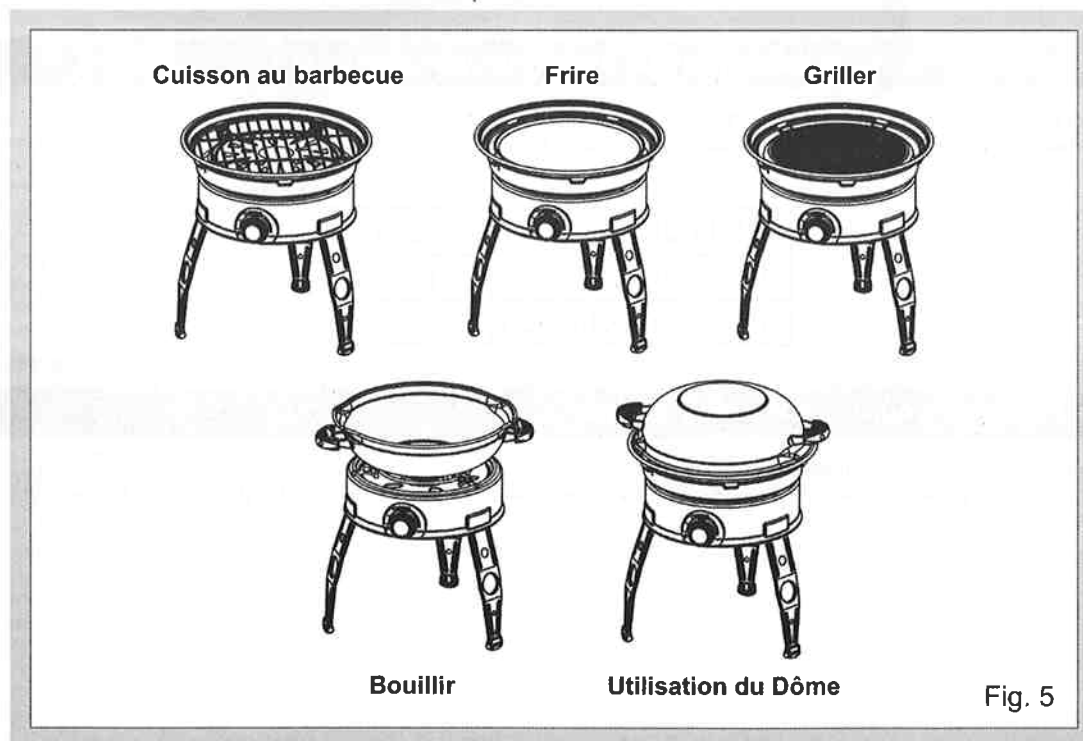

Fig. 5
- Pour ce type de cuisson, utilisez l'option BBQ. Placez la Plaque de Déviation du bas (E) de manière concentrique sur la bague extérieure du Support du pot (G) en vous assurant qu'elle est bien en place. Placez la Plaque Déflecteur Supérieure (D) puis la Grille Métallique (C) dans la cavité du rebord intérieur de la Plaque Déflecteur Inférieure (Voir Fig.5). Cette méthode de cuisson est idéale pour côtelettes, brochettes, poulet, porc, etc. Avertissement : Au moment de faire cuire des viandes grasses, du gras peut s'écouler à l'intérieur de l'appareil et causer des flamboiements. Porter une attention spéciale en faisant cuire de tels aliments. Les températures de cuisson peuvent être facilement réglées afin de répondre à ses besoins. Il suffit de tourner la poignée de la soupape (J) pour régler la chaleur.
- Pour ce genre de cuisson placez la Plaque du Gril (B) sur la Plaque Déflecteur Inférieure (E) en mettant le côté nervuré de la Plaque du Gril le plus haut possible (Voir Fig.5). Assurez-vous que la Plaque Déflecteur Supérieure (D) soit retirée et que la Plaque du Gril soit fermement placée dans la cavité de la Plaque Déflecteur. Cette méthode de cuisson est idéale pour les biftecks et autres coupes de viande en tranches. Pour de meilleurs résultats, régler le barbecue à chaleur moyenne en modifiant le débit du gaz. Les viandes cuites de cette façon auront des lignes noircies tout comme la viande cuite par des professionnels. Ne laisser cuire quelques minutes de chaque côté. Régler le temps et le degré de cuisson selon les goûts de chacun, de saignant à bien cuit.
- Pour ce type de cuisson utilisez la Caisse munie du Porte Marmite (G). Le Four en forme de Coupole (A) peut être utilisé comme une marmite pour ébouillanter ou pour faire de la cuisine en général, autrement placez une marmite appropriée d'un diamètre de 150 mm au moins et de 250 mm au maximum sur le Porte Marmite (Voir Fig.5). Un litre d'eau bouillira en 6 minutes environ selon la condition et la taille de la marmite utilisée.
- Für diese Art des Garens verwenden Sie die Bratrostopfion. Legen Sie die untere Ablenkplatte (E) konzentrisch auf den äußeren Ring des Topfständers (G) und versichern Sie sich, daß sie richtig positioniert ist. Legen Sie die obere Ablenkplatte (D) und den Drahtrost (C) in die Aussparung am inneren Rand der unteren Ablenkplatte (siehe Abbildung 5). Diese Zubereitungsmöglichkeit ist am besten für Koteletts, Kebabs, Huhn, Schweinefleisch usw. geeignet. Vorsicht: Bitte beachten Sie, daß beim Kochen von fetthaltigen Fleischsorten etwas Fett auf das Gerät tropfen kann, was ein Aufflammen zur Folge haben kann. Bitte seien Sie bei der Zubereitung solcher Fleischsorten vorsichtig. Die Kochtemperaturen können leicht durch Drehen des Ventilknopfes (J) zur Regulierung der Hitze Ihren Anforderungen entsprechend eingestellt werden.
- Für diese Art des Garens legen Sie die Grillplatte (B) auf die untere Ablenkplatte (E), wobei die geriffelte Seite der Grillplatte nach oben zeigt (siehe Abbildung 5). Versichern Sie sich, daß die obere Ablenkplatte (D) entfernt ist, und daß die Grillplatte (B) sicher in der Aussparung der unteren Ablenkplatte (E) liegt. Diese Zubereitungsart ist am besten für Steaks und andere flach geschnittene Fleischteile geeignet. Für beste Ergebnisse stellen Sie den Grill durch Regelung des Gasflusses auf mittlere Hitze. Fleisch, das auf diese Weise zubereitet wurde, hat schwärzliche Linien, genau wie professionell zubereitete Steaks. Grillen Sie jede Seite jeweils nur für wenige Minuten. Regeln Sie die Grillzeit und temperatur Entsprechend Ihrer persönlichen Vorlieben, also nicht durchgebraten, medium oder well done.
- Für diese Art des Garens verwenden Sie die Einheit (F) mit dem Topfständer (G). Der Deckel (A) kann als Topf zum Abkochen und für allgemeines Garen verwendet werden. Ansonsten stellen Sie einen passenden Topf mit nicht weniger als 150 mm und nicht mehr als 250 mm Durchmesser auf den Topfständer (siehe Abbildung 5).